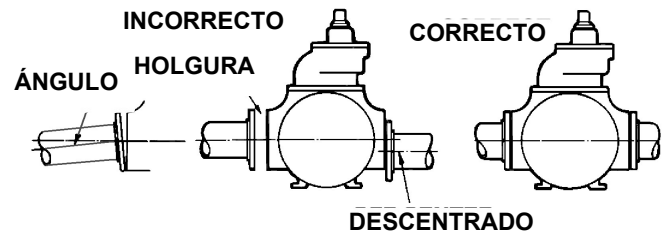

Figura 1
8. Verifique la alineación de las tuberías hacia la bomba para evitar tensiones que posteriormente pudieran causar un desalineamiento. Consulte la figura 1. Desempeñe las bridas o rompa los empaques de unión. Las tuberías no deben separarse ni caerse. Después de que la bomba haya estado en operación durante una semana o dos, vuelva a verificar completamente la alineación.